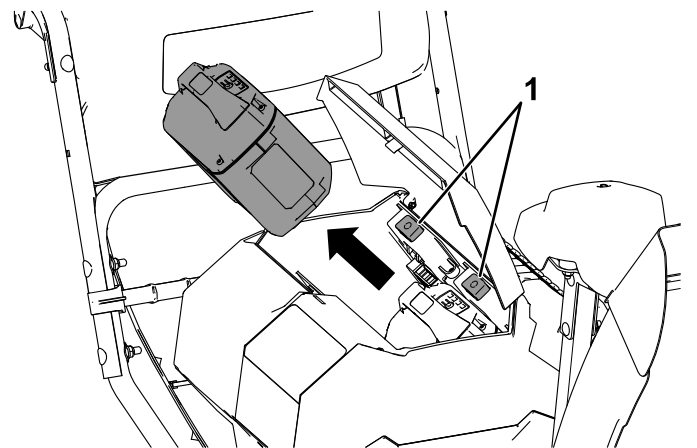

Figura 26
2. Presione el cierre de la batería para liberar la batería y retirarla (Figura 26).